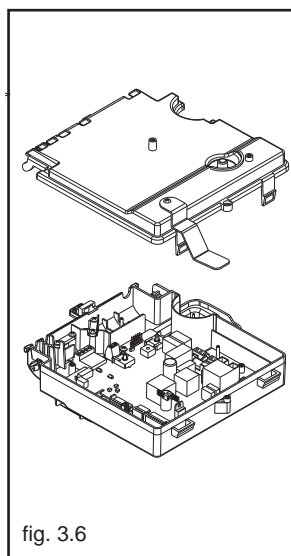

fig. 3.6
- rimuovere la copertura morsettieria agendo sui ganci di fissaggio (fig. 3.6)